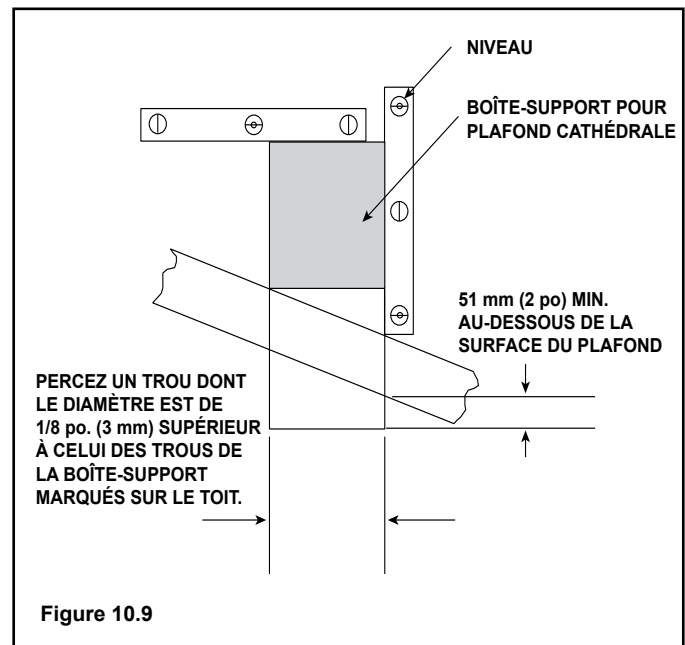

Figure 10.9
- Introduisez la base de la boîte-support dans l'ouverture du toit jusqu'à ce que son fond sorte sous le plafond d'au moins 51 mm (2 po) (figure 10.9).